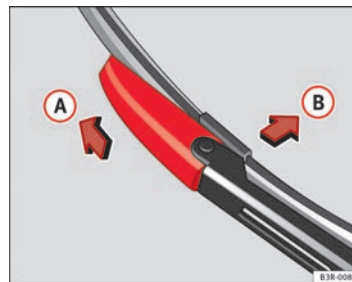

Abb. 184 Wischerblatt abnehmen
- Schieben Sie das Verriegelungsstück am Wischerblatt in Pfeilrichtung ⇒ Abb. 184 **(A)**. Halten Sie dabei das Wischerblatt fest.